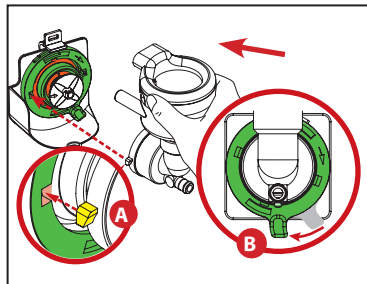

Bild 4
3. Vrid monteringsplattan medurs tills blandarens hål är placerade i positionerna klockan 3 och klockan 9. Rikta in styrtappens hakar mot blandningsskålen och skjut in dem genom plattan och in i chassit (A). Lås till sist fast blandningsskålen genom att vrida monteringsplattan medurs tills vridningen av plattan helt upphör och fliken är i låst position (B). (Se bild 4)